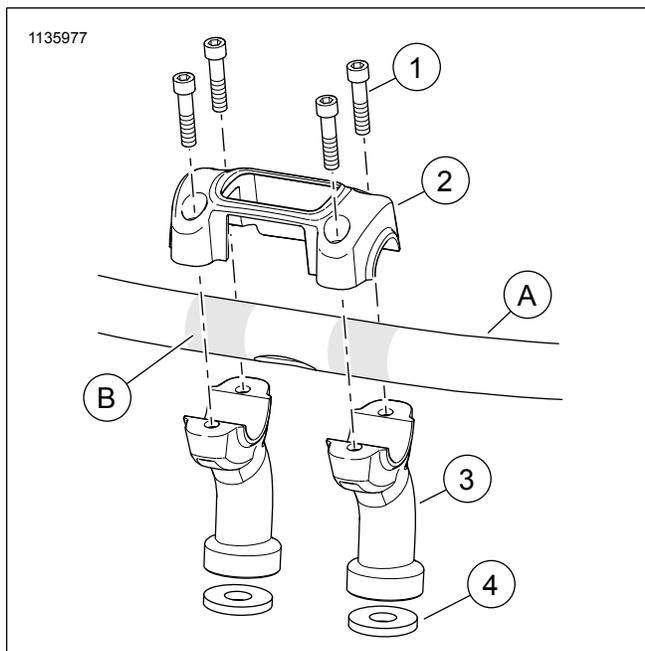

Figure 2. Kit de supports de guidon
Voir Figure 2 et Tableau 1.
3. Voir Figure 2. Poser les supports de guidon (3). Consulter le manuel d'entretien.